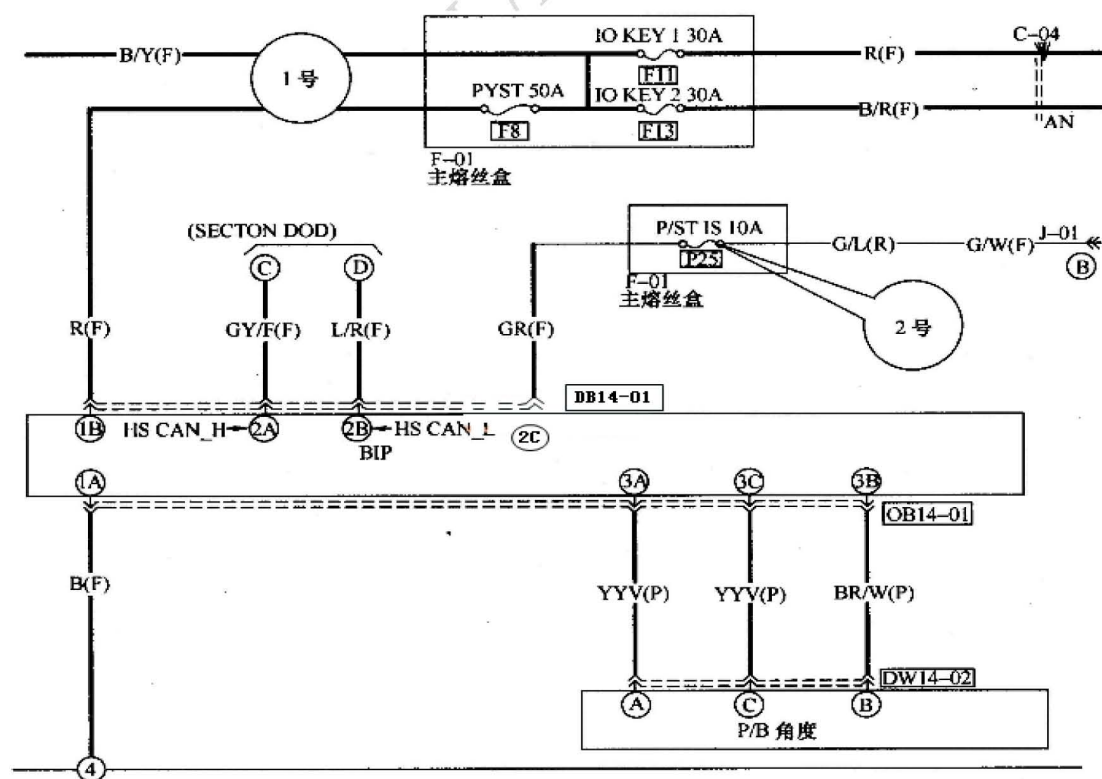

图 1 相关系统电路
- A). 检查电路图 1 中 1 号标注 F-01（P/ST80A）熔丝，用万用表检测两端电压均为 11.9V，正常。
- B). 检查图 1 中 2 号标注 F-01 (P/ST IG10A) 熔丝, 用万用表检测两端电压均为 11.6V, 正常。这说明点火开关至 P/ST IG 之间的线路正常。
- C). 在车上找到图 1 中的插头 DB14-01。